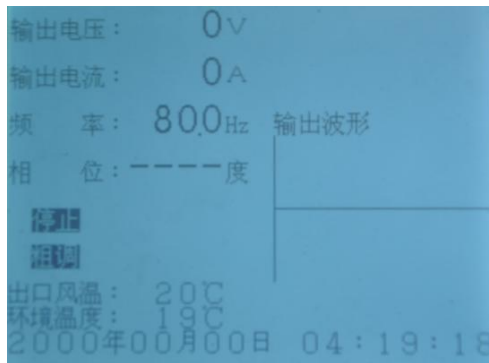

图 24 PY3520 变频电源装置停止后显示
7.4.5 在按动“停止”按钮后，变频电源装置先跳开回路开关，切断高压回路电源。5 秒钟后，停止风扇电源。在此过程中，变频电源装置内部储存的电荷得到释放见图 24。